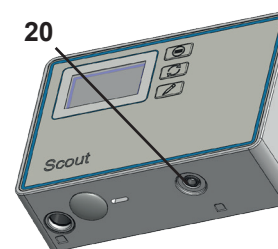

Abb. 8
- ⇒ Anschlusskabel von Sensoreinheit in Anschluss am Programmier- und Anzeigeeinheit (20, Abb. 8) einstecken.
- ⇒ Anschlusskabel in Kabelführung (21) einpressen, um unbeabsichtigtes Herausziehen des Verbindungssteckers zu vermeiden.